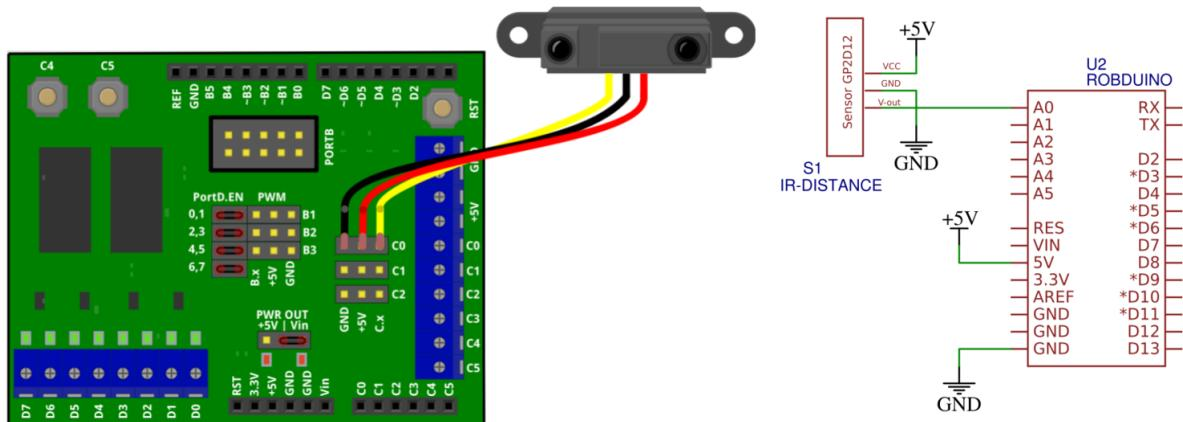

Figure 5.7: Priključitev IR senzorja razdalje.
- IR senzor razdalje priključite na tri-pinski priključek kot je prikazano na fig. 5.7.